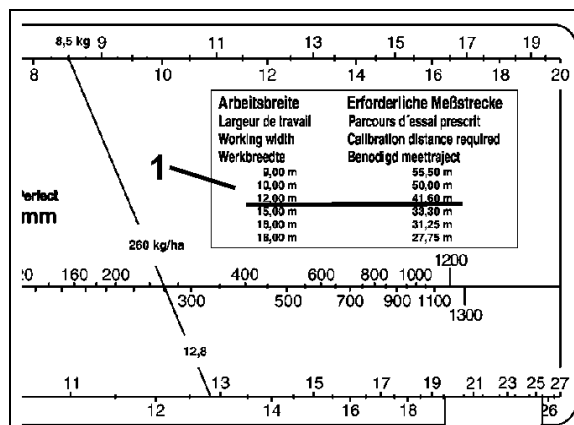
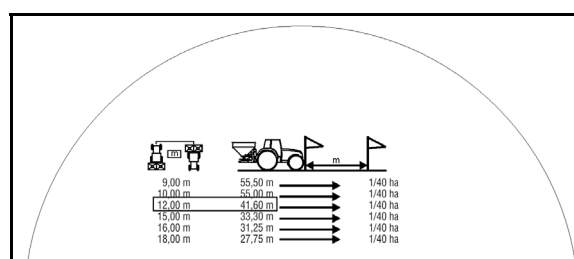

Рис. 65
Рис. 66
3. На основании таблицы (Рис. 65) номограммы или сведений на задней стороне счетного диска (Рис. 66) определить для требуемой рабочей ширины (12 м) требуемое расстояние для измерения (41,6 м).